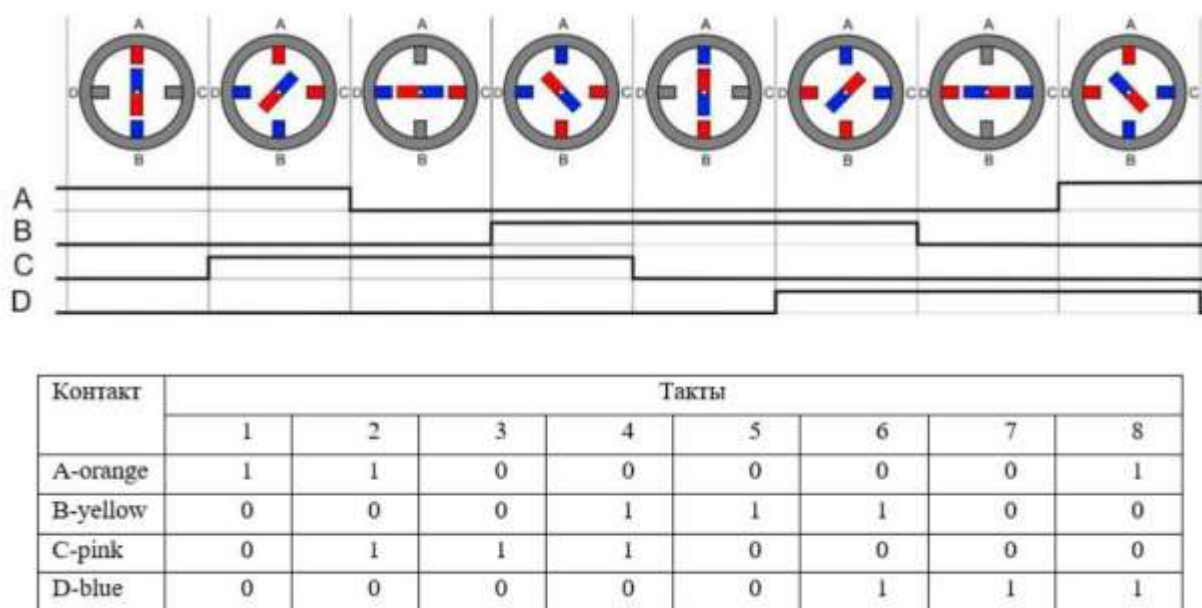

Рис.3.37 – Діаграма роботи крокового двигуна у напівкроковому режимі.
1. Дослідити роботу крокового двигуна в напівкроковому режимі роботи згідно (рис.3.37)